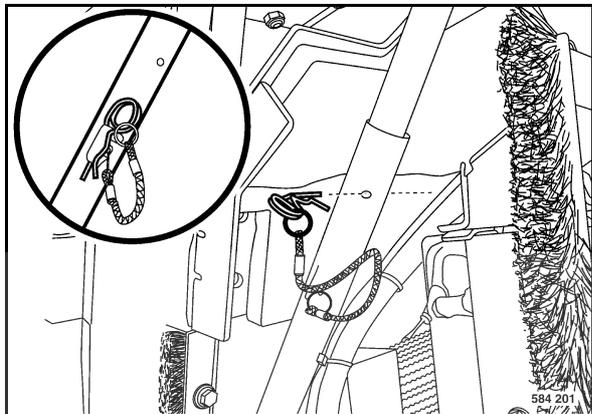

fig. 110
- Tirer l'agrafe (fig. 110) du support.